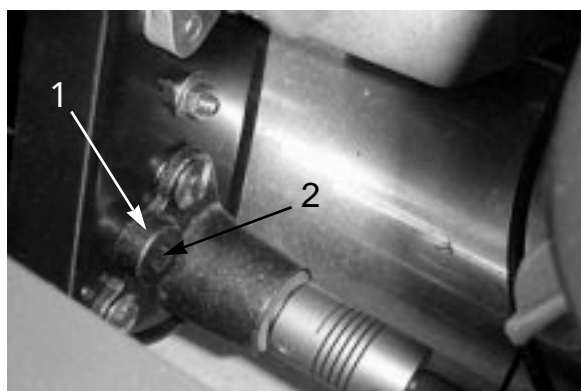

図 43
- B. 3/8インチのトルクレンチでベアリング・ハウジングを0.4 ~ 0.46 kgmのトルクで回転させてベルトを張る (図43)。